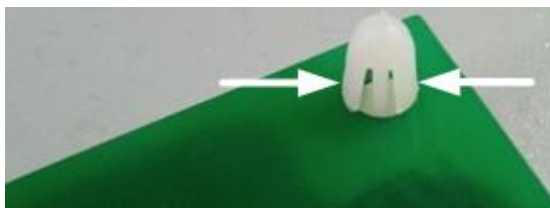

Рис. 6
8. При помощи пинцета или плоскогубцев (пассатижей), не прикладывая больших усилий, сдавить фиксатор стойки (см. рис. 6) и приподнять соответствующий угол платы контроллера. Вышеописанную процедуру выполнить для всех четырех стоек и демонтировать контроллер. Если при демонтаже контроллера стойки повредились – их необходимо заменить новыми (из комплекта поставки).